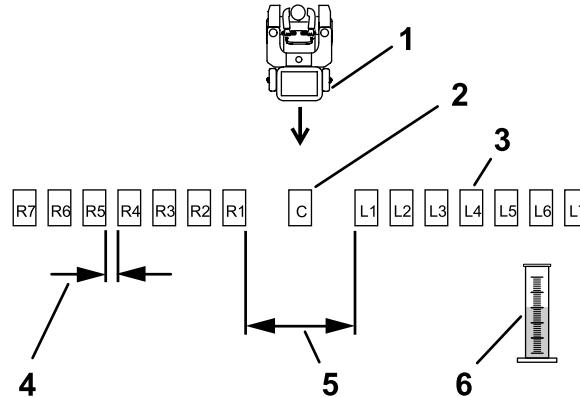
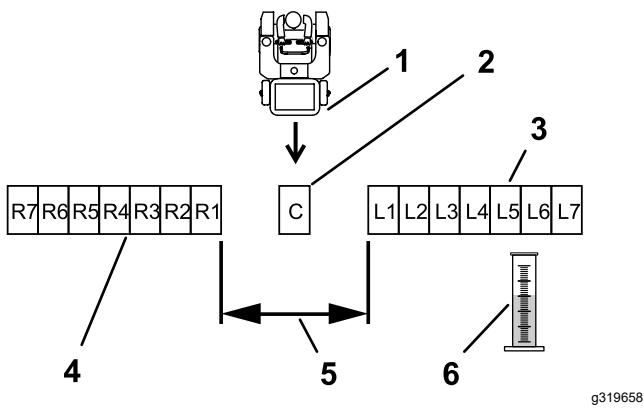

Figure 23
Figure 24
3. Placez les autres bacs en ligne droite, comme montré à la Figure 23 ou la Figure 24.
- Pour les produits granulaires de gros calibre : Disposez six autres bacs de chaque côté en les espacant de 30 cm (12 po), comme montré à la Figure 23.
- Pour les produits granulaires de petit calibre : Disposez six autres bacs côte-à-côte de chaque côté (Figure 24).
8. Étiquetez chaque éprouvette de dosage en fonction du bac correspondant (par exemple L2, L1, Central, R1, R2) (voir Figure 23 et Figure 24).